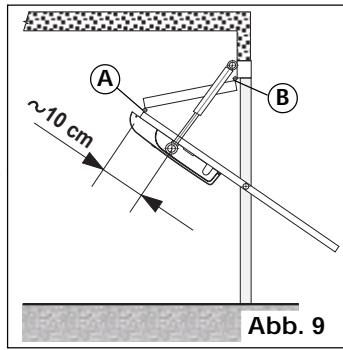

Abb. 9
• **Kipptor mit Falblatt (Abb. 9)**